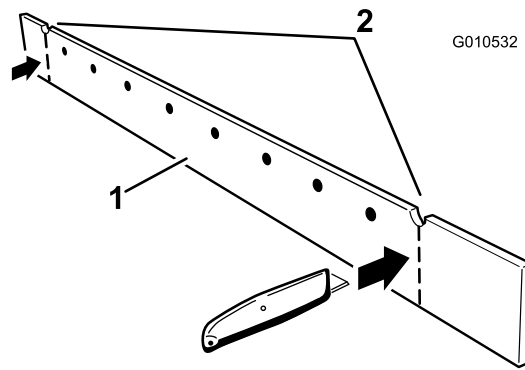

Figura 4
1. Corte la rasqueta en las muescas, como se muestra en la Figura 4.